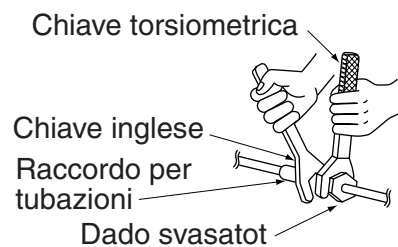

Fig. 12
- Quando si collegano i tubi all'unità o li si scollega da essa, utilizzare sempre sia una chiave inglese, sia una chiave torsiometrica, come mostrato nel disegno. **(Fare riferimento alla Fig. 12)**